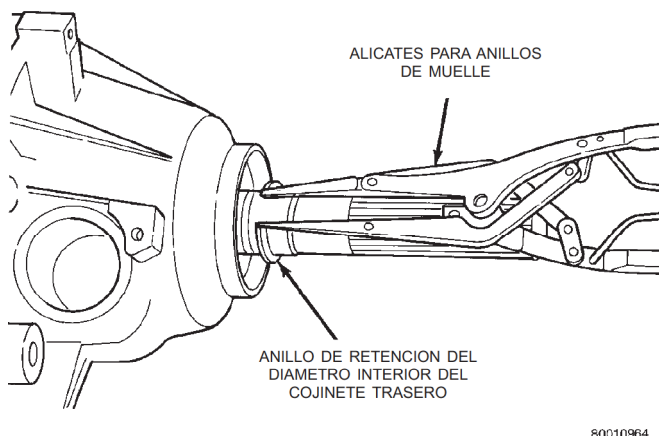

Fig. 13 Desmontaje del anillo de retención del diámetro interior del cojinete trasero
(5) Retire el anillo de retención del diámetro interior del cojinete trasero del eje transmisor (Fig. 13).
(6) Retire el adaptador del velocímetro.
(7) Retire los pernos del retenedor trasero.